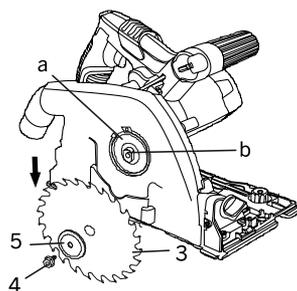

Fig. 3
- Lame grossière pour bois adaptée à la coupe grossière rapide du bois et des matériaux composites à faible densité (fournie installée sur l'outil) (Fig.3). Lame 40T (voir (26) dans Découvrez votre scie circulaire à coupe plongeante à la page 11).
REMARQUE : NE RETIREZ PAS la bride intérieure (a) de l'arbre (b). (voir Fig.3)